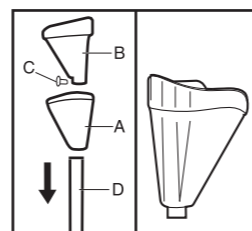

Figura 12
Após o adaptador (B) estar fixado com o parafuso no tubo metálico prata, suba a capa (A) encaixando-a no adaptador, até ouvir o "CLIC" (figura 12).